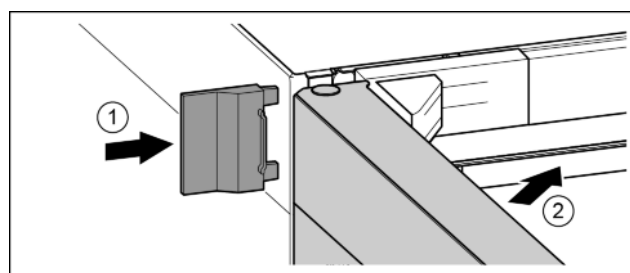

Fig. 25
- ▶ Надвинуть внешнюю крышку. Fig. 25 (1)
- ▶ Закрыть верхнюю дверь. Fig. 25 (2)